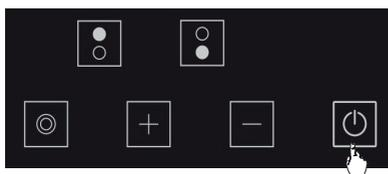

Figure 11
1. Vous pouvez éteindre la cuisinière en appuyant sur le bouton **⏻**. (Voir Fig. 11)